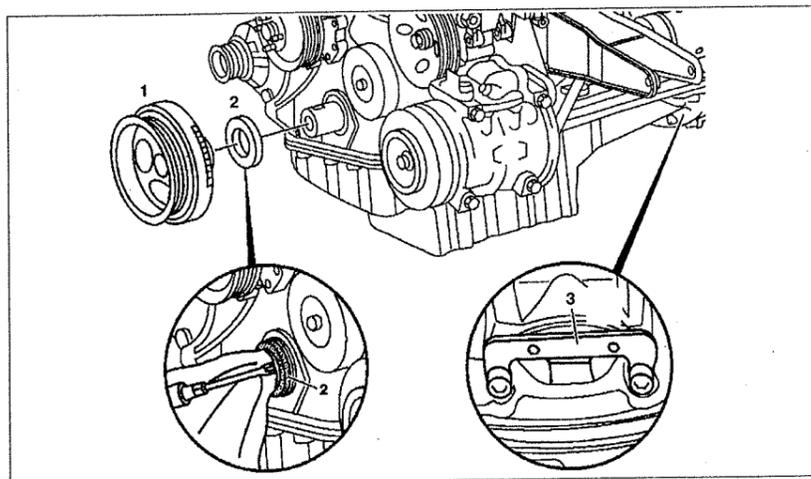

Рис. 2.30. Передний сальник коленчатого вала:
1. Заблокируйте маховик блокировочным устройством 3 (см.рис. 2.30).